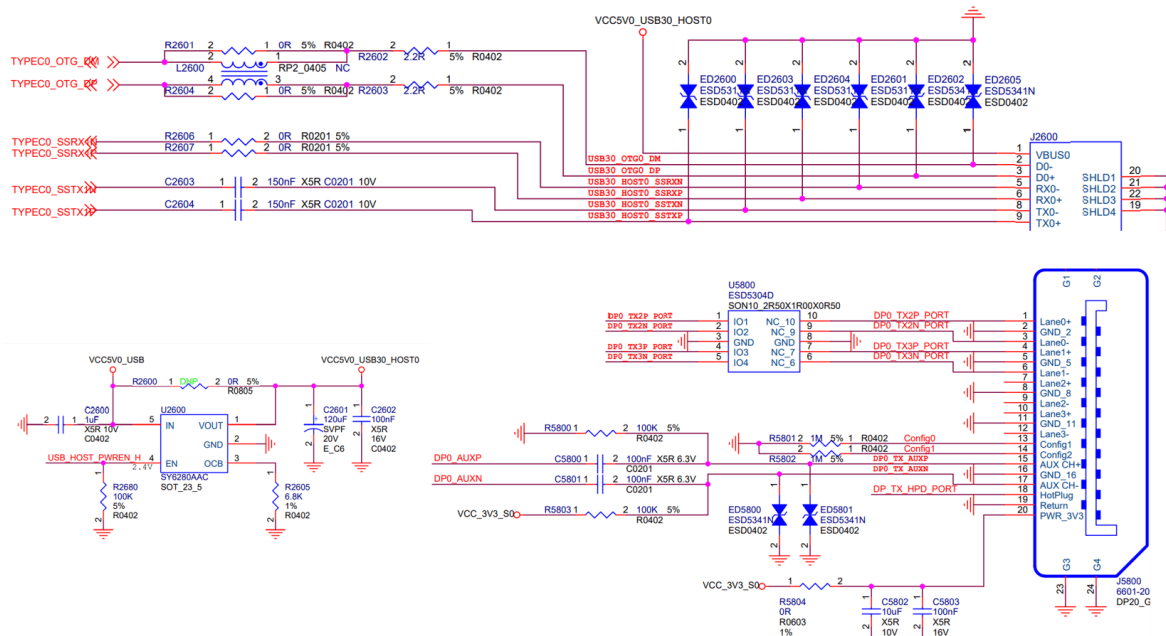

图 21 RK3588 Type-A USB3.1/DP 接口
3. Type-A VBUS 的供电电源 (VCC5V0_USB30_HOST2) 由 GPIO 控制，当 OTG 作 Device mode，关闭 VBUS 输出。当 OTG 作 HOST mode，打开 VBUS 输出。此外，稳压芯片 SY6280AAC 的输出电流由 OCB pin 连接的电阻决定，最大电流 $I_{lim(A)} = 6800/R_{set(ohm)}$ ，如下图 21 所示，VBUS 输出限流为 1A；